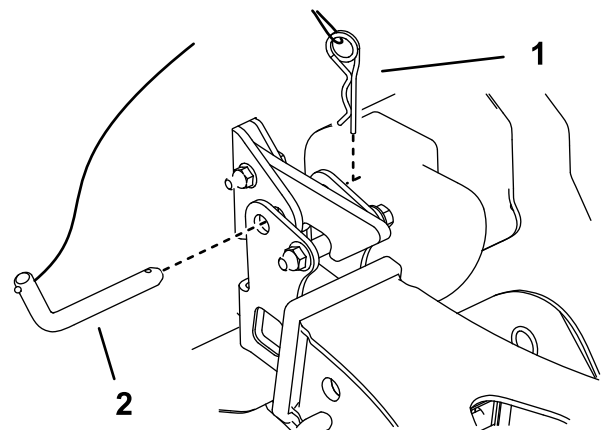

Figure 26
5. Utilisez la goupille d'attelage et la goupille fendue pour fixer la souffleuse au récepteur d'attelage (Figure 26).